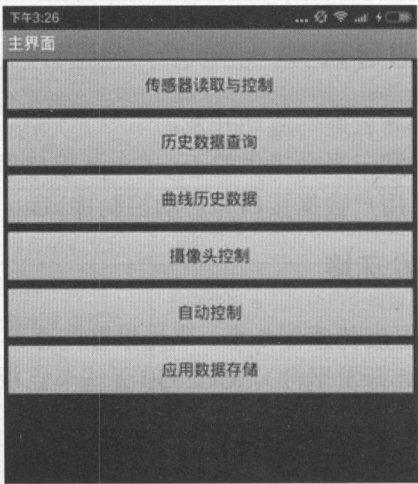

图 2.40 主界面
(1) 主界面显示，分为多个模块，单击分别进入不同的模块，如图 2.40 所示。